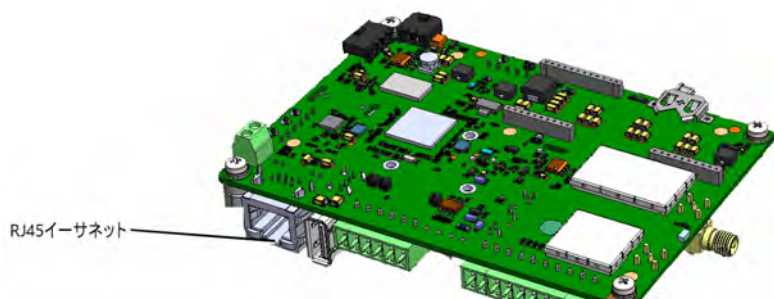

図 17:RJ45イーサネット 接続
- d. イーサネットコネクタを通信ボードのRJ45ポートに接続します (図 17)。